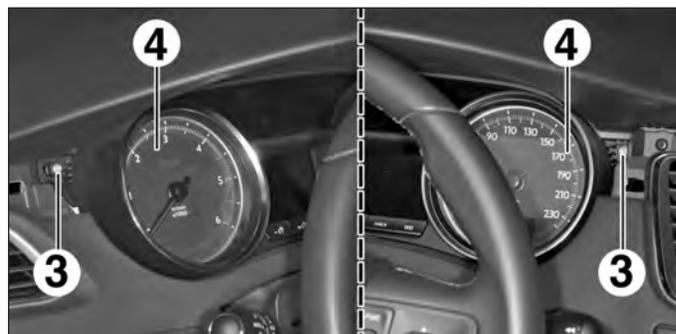

FIG.19
- Déposer les vis (3) du combiné (4) (Fig.19).